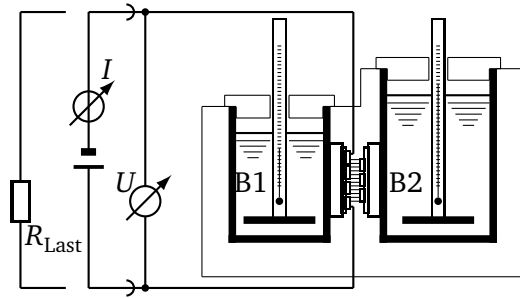
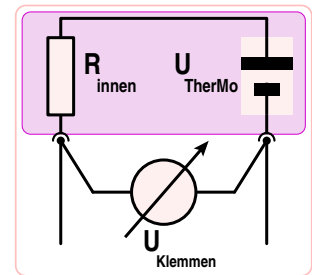

Abbildung 4: Die Apparatur; die Beschaltung links vom Klemmenpaar ist abhängig vom Experiment (Thermogenerator / Wärmepumpe).
Abbildung 6:
- Alle elektrisch leitenden Bestandteile sind mit Widerstand behaftet, und sie sind in Reihe geschaltet. Zwischen den Außenkontakten (den *Klemmen*) ist nur die *Summe* wahrnehmbar, im Bild 6 ist das der sogenannte Innenwiderstand ${}^eR_{\text{innen}}$, der in diesem Versuch (auch) zu ermitteln ist.
Das Peltier-Modul im Versuchsaufbau (Abb. 4) ist gut wärmeleitend zwischen zwei Messingblöcken eingefügt, die wiederum gut wärmeleitend mit Wasserbehältern B1 und B2 verbunden sind. Damit das Wasser gleichmäßig (anstatt vornehmlich in Wandnähe) gekühlt bzw. erwärmt wird, sollen die Thermometer mit ihrem *Rührfuß* durch die Deckelöffnung auf und ab bewegt werden. Das Peltier-Modul bildet eine (unvermeidbare) Wärmebrücke zwischen den Behältern, ansonsten sind die Behälter per Gehäuse und Deckel nach außen und gegeneinander gut thermisch isoliert. Das Peltier-Modul ist mit zwei Steckbuchsen an der Gehäusefront verbunden, dort schließen Sie ein digitales Handmultimeter zur Messung der Klemmenspannung an.
Betrachten Sie Abb. 4 und Abschnitt 4.6 mit Abb. 6 (und auch Abb. 2 in W+ (Version H)).
P 5 Fertigen Sie eine Schaltskizze entsprechend Bild 6 von Abschnitt 4.6. Sie soll ${}^eR_{\text{innen}}$ und eine Quelle der Thermospannung zeigen sowie die „Klemmen“ und das Messgerät für U_{Klemmen} andeuten; auch der Verursacher des Stromflusses soll erkennbar sein.
G 5 Fertigen Sie eine Schaltskizze entsprechend Bild 6 von Abschnitt 4.6: